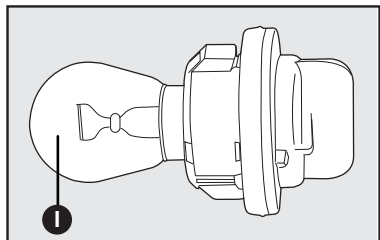

fig. 20
- Sacar la lámpara **I-fig. 20**, presionándola y girándola en sentido antihorario;